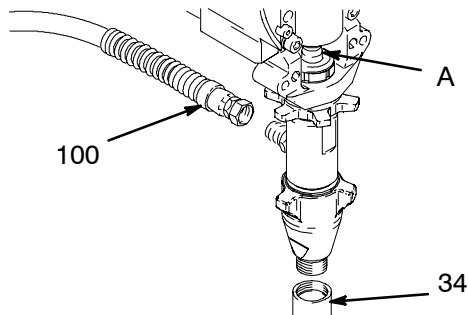

Fig. 15 7672C
3. Fig. 15. Haga funcionar la varilla del pistón de la bomba (A) hasta colocarlo en su posición más baja.
4. Fig. 15. Retire el tubo de aspiración (34) y la manguera (100).